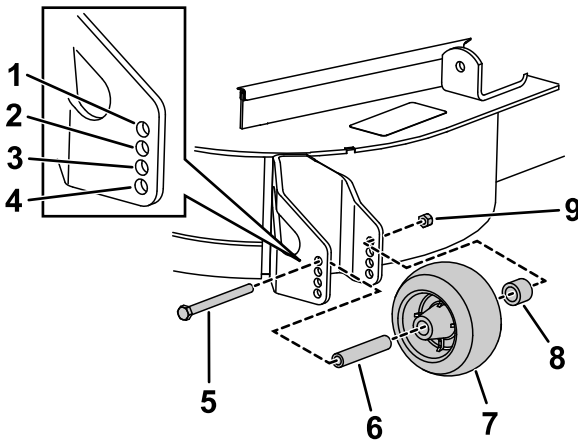

Figura 14
1. Depois de regular a altura de corte, ajuste os rolos retirando a porca flangeada, a bucha, a cunha e o parafuso (Figura 14).
3. Coloque a porca flangeada, a bucha, a cunha e o parafuso. Aperte com uma força de 54 a 61 N·m. Figura 14